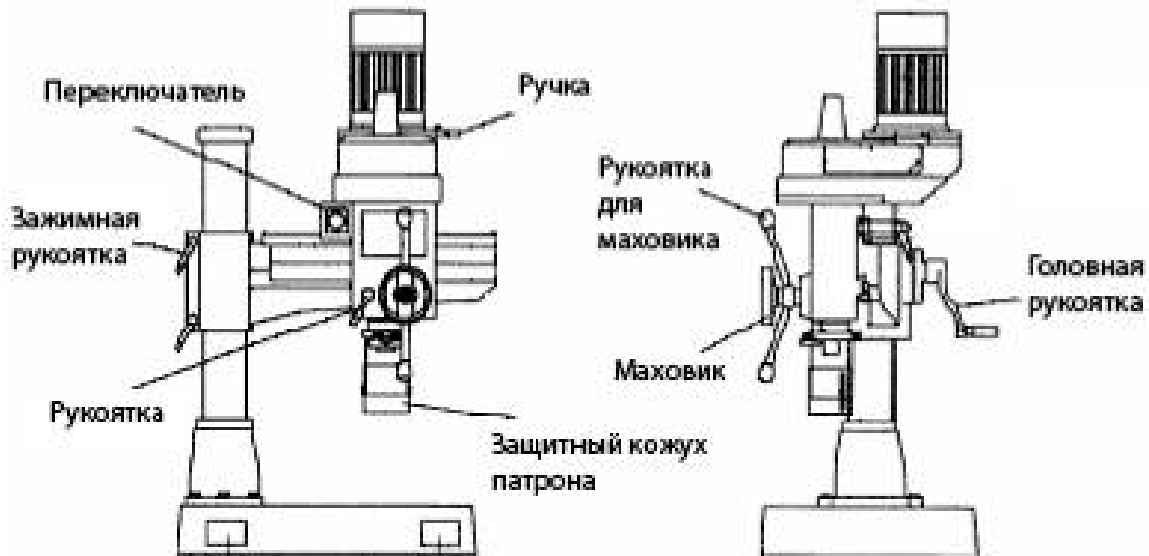

Рис.1
6. ЭКСПЛУАТАЦИЯ ГЛАВНЫХ ДЕТАЛЕЙ СТАНКА (см. рис.1)